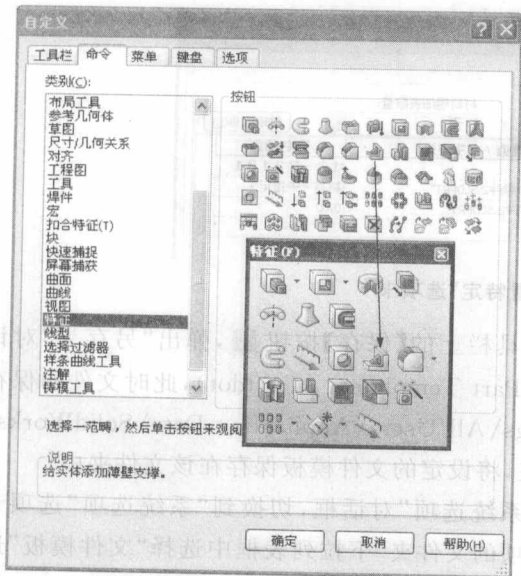

图 1-14 新增命令按钮
(3) 如选中的工具栏中没有需要的命令,则把“自定义”对话框切换到“命令”选项卡,选中所需工具栏,则在“按钮”区出现该工具栏的所有命令,按住要新增的按钮,拖到工具栏的适当位置后放开,如图 1-14 所示。